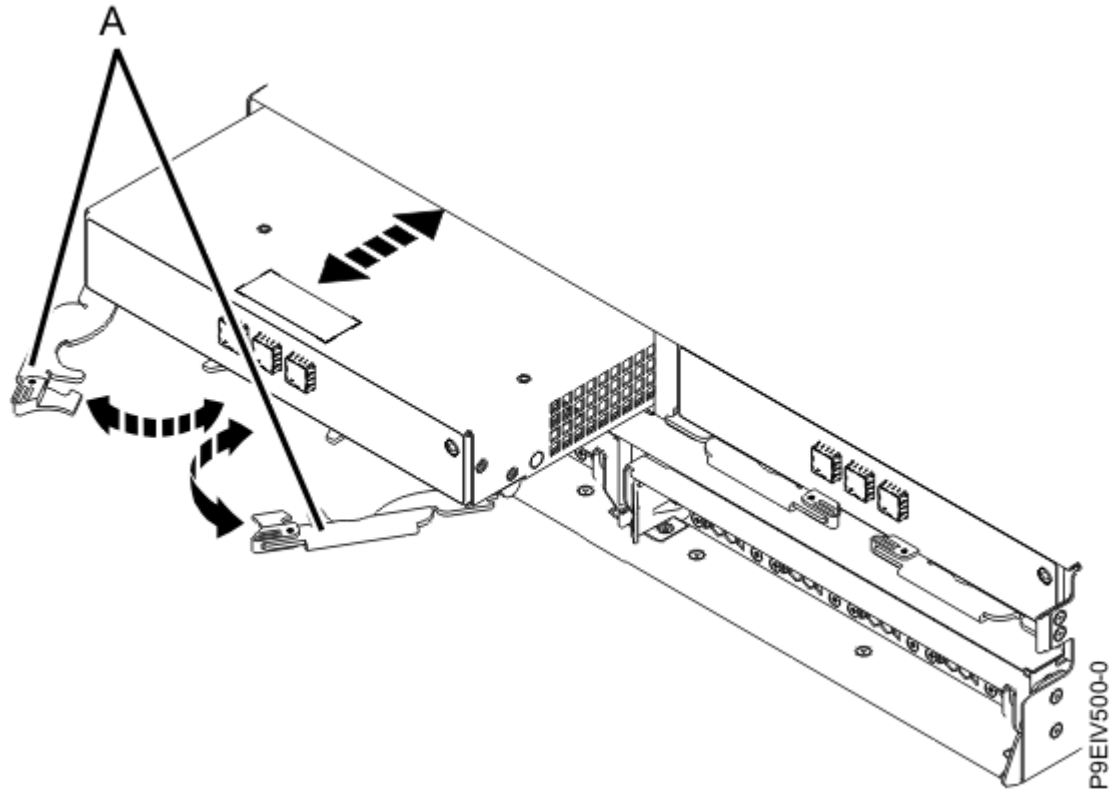

図 1: ディスク・ドライブ・エンクロージャーからの ESM の取り外し
- b) 9 ページの図 1 に示すように、2 つのリリース・レバー (A) を開きます。